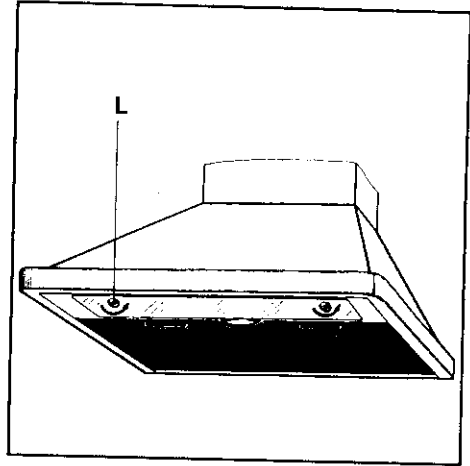

Fig. 8
Pour le démonter, le pousser vers l'arrière et l'enlever en le tirant vers le bas (Fig. 8). Pour le laver le mettre à tremper dans de l'eau chaude avec un détergent biodégradable ou au lave-vaisselle.
- Ouvrir le plafonnier en tournant les verrous 'L' et remplacer l'élément défectueux, par un élément de même puissance (Fig. 8).